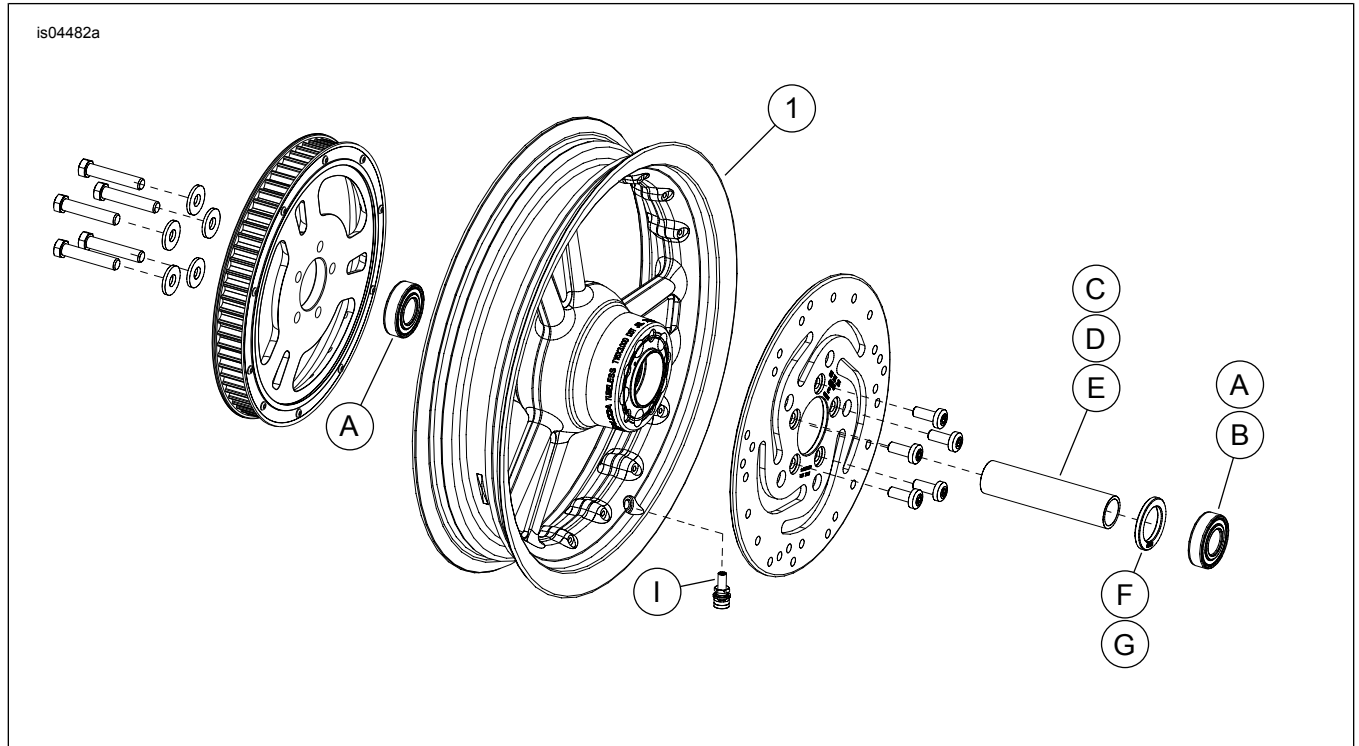

Abbildung 1. Ersatzteile: „Detonator“-Hinterräder (16-Zoll abgebildet)
Siehe Abbildung 1 und Tabelle 2
2. Siehe Abbildung 1. Die Ventilschaft-Baugruppe (I) am Rad anbringen. Siehe REIFEN im Werkstatthandbuch.